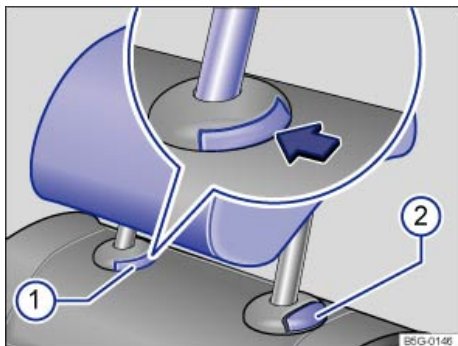
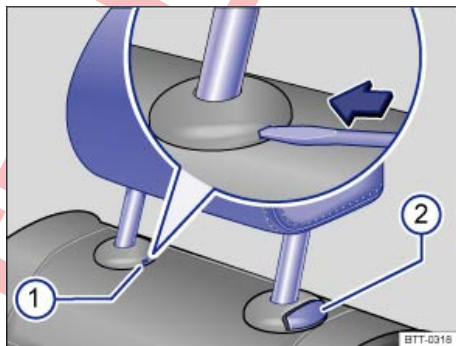

Fig. 85 Desmontaje de los apoyacabezas traseros (versión 1).
Fig. 86 Desmontaje de los apoyacabezas traseros (versión 2).
- Pulse la tecla ⇒ **fig. 85 (1)** de la guía del apoyacabezas.
- En caso necesario, introduzca el paletón de la llave del vehículo o la punta plana del destornillador de las herramientas de a bordo en la ranura de la tapa ⇒ **fig. 86 (1)**.
- Baje el apoyacabezas a la vez que presiona la tecla ⇒ **fig. 85 (2)** o ⇒ **fig. 86 (2)**.